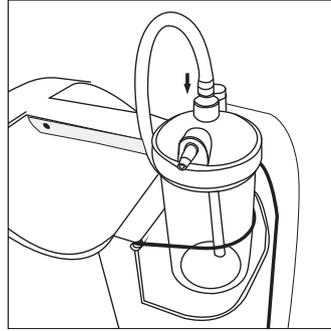

Figura 6
D. Conecte el otro extremo del tubo conector del humidificador a la parte superior del humidificador, como se muestra en la Figura 6.